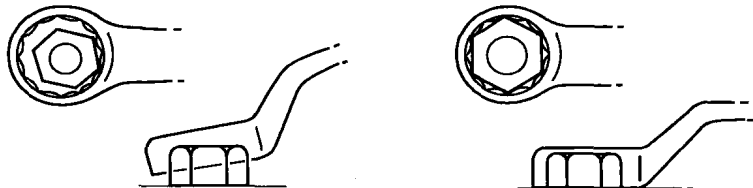

图 2-18 梅花扳手与螺栓或螺母尺寸要相适应
① 使用梅花扳手不如普通扳手快, 但是在开始松开或结束拧紧螺栓或螺母时更方便。
② 如图 2-18 所示, 使用适用于螺栓或螺母尺寸的梅花扳手, 使梅花端部与螺栓或螺母的头部平行, 拉动扳手。